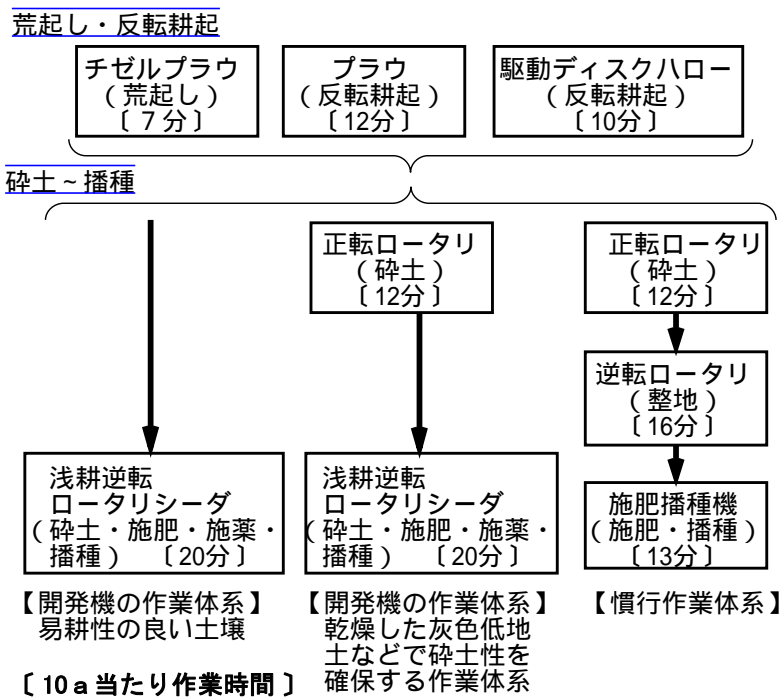

図4 開発機と慣行の作業体系
- (4) 開発機を用いた1工程作業、もしくは砕土性を高めるために正転ロータリによる砕土を加えた作業体系は、慣行の正転ロータリ、逆転ロータリおよび施肥播種機を用いた作業体系に比べて工程数が少ないことから、作業時間を1/2~3/4に短縮できた(図4)。また、開発機を用いた作業体系は、作業工程を簡略化したにもかかわらず、慣行と同等かそれ以上の砕土性や出芽率を確保できた(表1)。